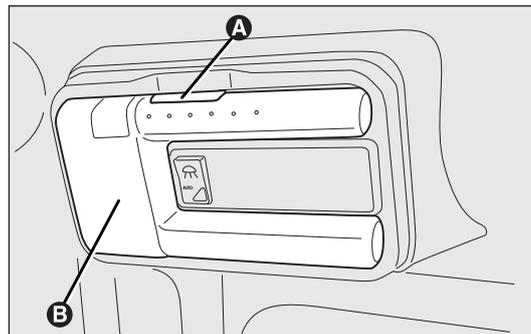

fig. 171
- ❑ premere il pulsante A-fig. 171 ed estrarre la plafoniera asportabile B;